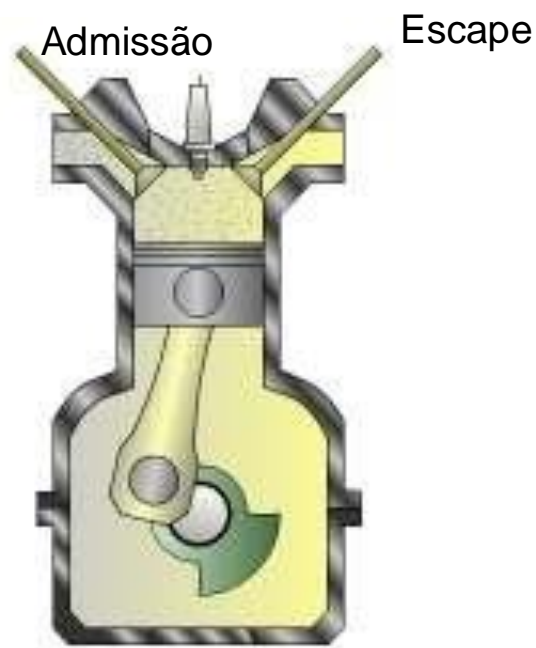

Figura 10 - Esquema da compressão no ciclo Otto 4 tempos
- Segundo curso: Compressão. Nessa etapa, as válvulas estão fechadas, pois a compressão demanda um sistema vedado. O êmbolo se desloca do ponto morto inferior ao ponto morto superior. Há aumento da temperatura e pressão e diminuição do volume. Quando o êmbolo chega ao ponto morto superior, toda a mistura de ar e combustível fica confinada na câmara de compressão, uma reentrância presente no cabeçote ou no êmbolo. Cada cilindro tem a sua câmara de compressão (Figura 10). A taxa de compressão que é a relação entre o volume inicial (volume do cilindro + o volume da câmara de compressão) e o volume final (o volume da câmara de compressão) é normalmente entre 9 e 11.